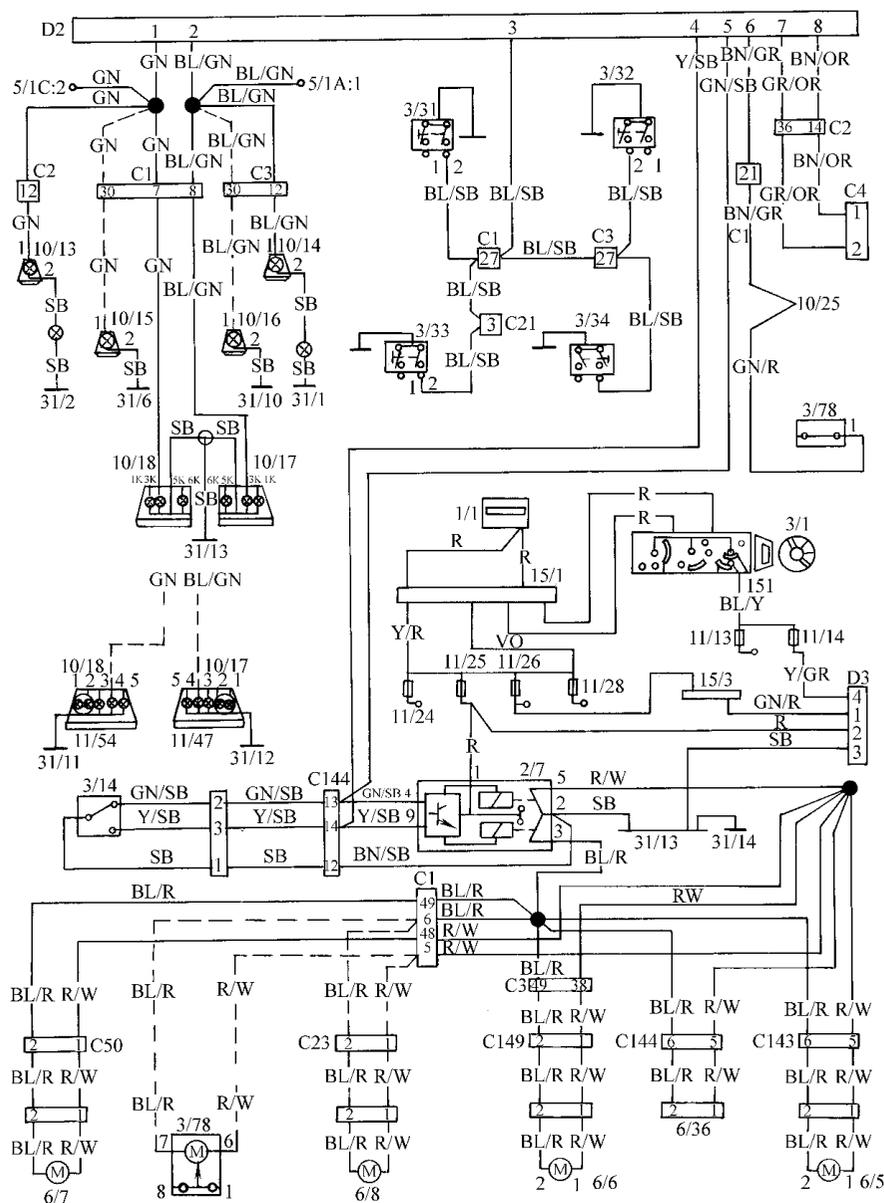
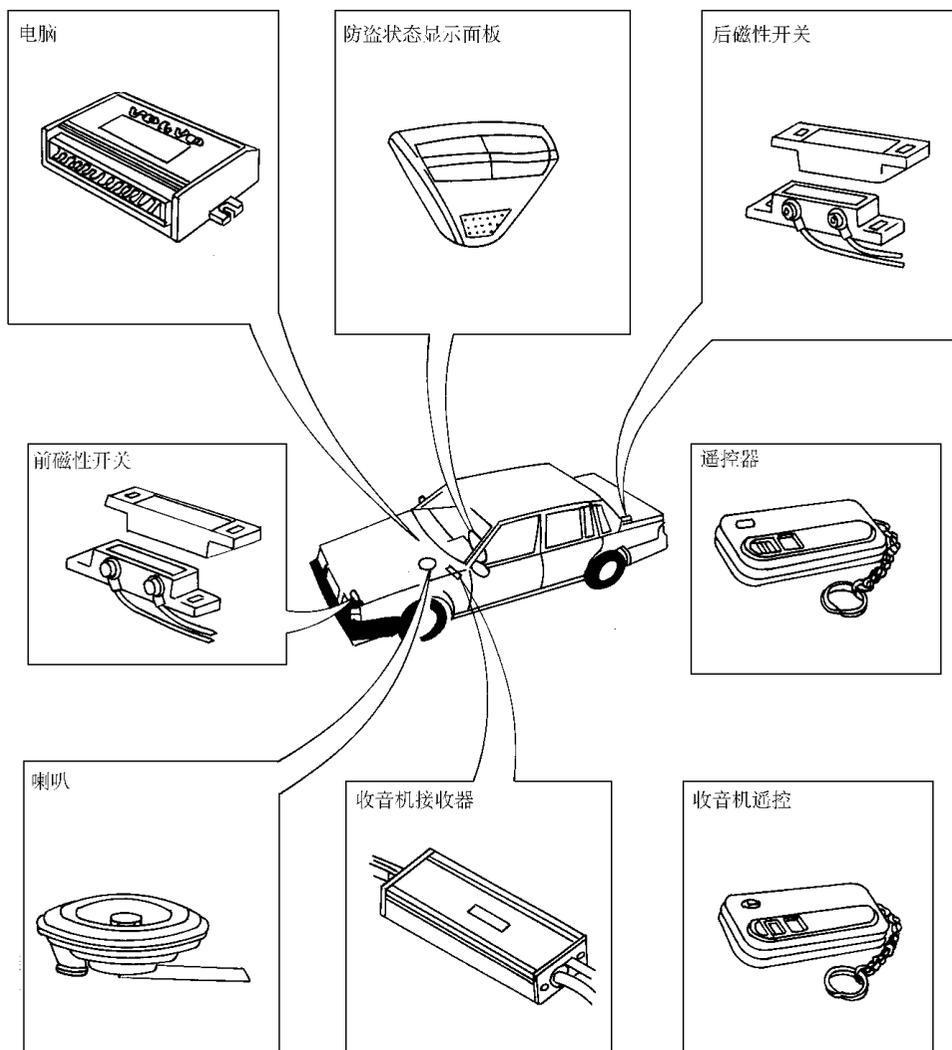

图 8-19 沃尔沃 960 中央门锁与防盗系统电路
图 8-30 沃尔沃 960 防盗系统部件位置
- (3) 沃尔沃 960 中央门锁与防盗系统电路与部件位置，如图 8-19 ~ 图 8-30 所示。
(图注见图 8-19)